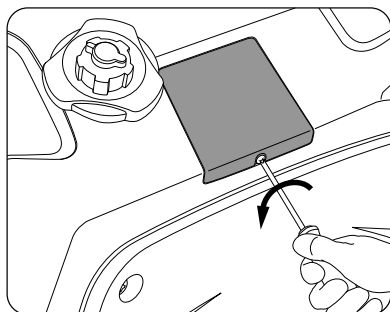

рис. 43
Открутите винт и снимите крышку свечи зажигания (4). (рис. 43)